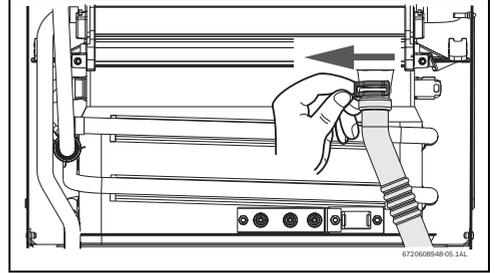

Fig. 57
- ▶ Retirar el clip y soltar la extremidad del tubo de condensados (consultar la Fig. 57).